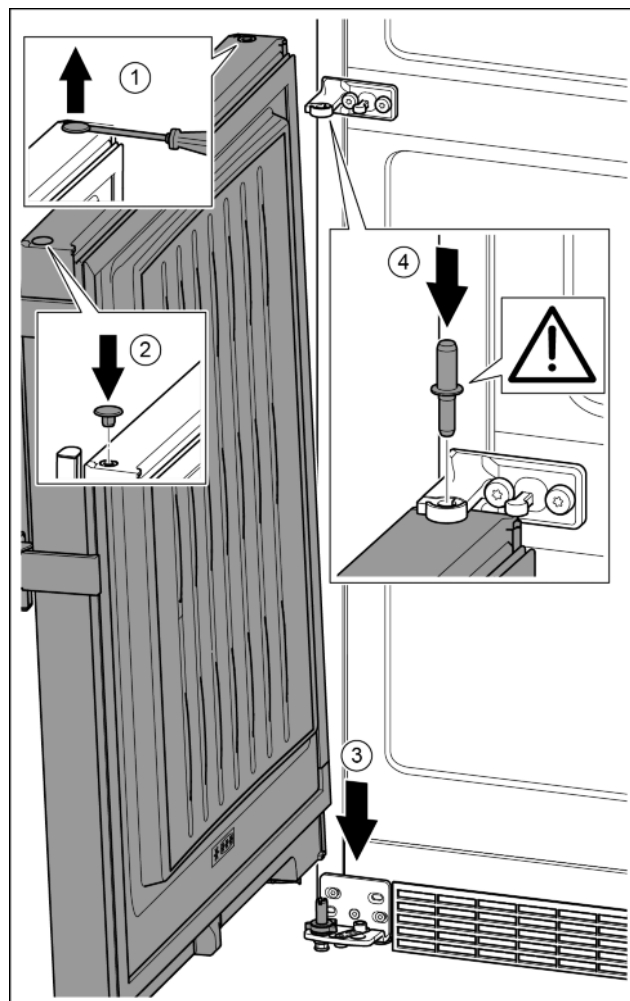

Fig. 22
- ▶ Zatyczkę ostrożnie podważyć przy pomocy śrubokręta i wyjąć. Fig. 22 (1)
- ▶ Zatyczkę założyć ponownie z drugiej strony drzwi. Fig. 22 (2)
- ▶ Założyć drzwi od góry na dolny sworzeń zawiasu. Fig. 22 (3)
- ▶ Przełożyć środkowy sworzeń zawiasu przez środkową płytkę zawiasu, wkładając go w dolne drzwi. Przy tym zwrócić uwagę, by krzywka zatrzaskowa wskazywała do tyłu. Fig. 22 (4)